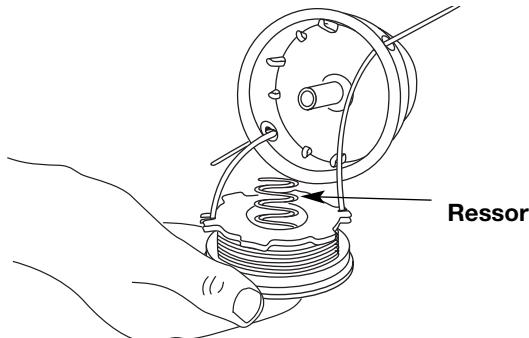

Fig. 23
13. Insérez les extrémités du fil dans les œilletts de la bobine extérieure et placez le moulinet et le ressort dans la bobine (Fig. 23). Enfoncez le moulinet et la bobine ensemble. Tout en tenant le moulinet et la bobine, saisissez les extrémités et tirez fermement pour dégager le fil des fentes de retenue de la bobine.
5. Insérez les extrémités du fil dans les œilletts de la bobine extérieure (Fig. 23).